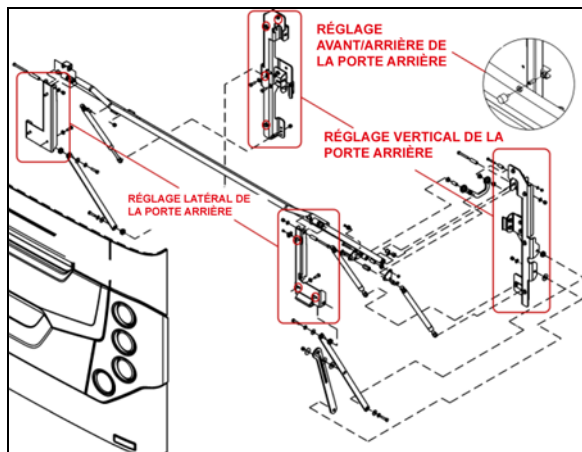

FIGURE 45 : PORTE DU COMPARTIMENT MOTEUR18633_1
1. Pour ajuster la position VERTICALE de la porte, desserrer les boulons (quatre de chaque côté) qui fixent le bras de support de la porte et la patte de fixation des ressorts à gaz à la structure du véhicule (Figure 45).
2. Pour ajuster la position LATÉRALE de la porte, desserrer les boulons (trois de chaque côté) qui fixent le bras de support de la porte et la patte de fixation des ressorts à gaz à la porte (Figure 45).
3. Pour ajuster la position de la porte vers l'avant ou l'arrière, visser ou dévisser les butées en caoutchouc de chaque côté de l'ouverture de la porte (Figure 45).